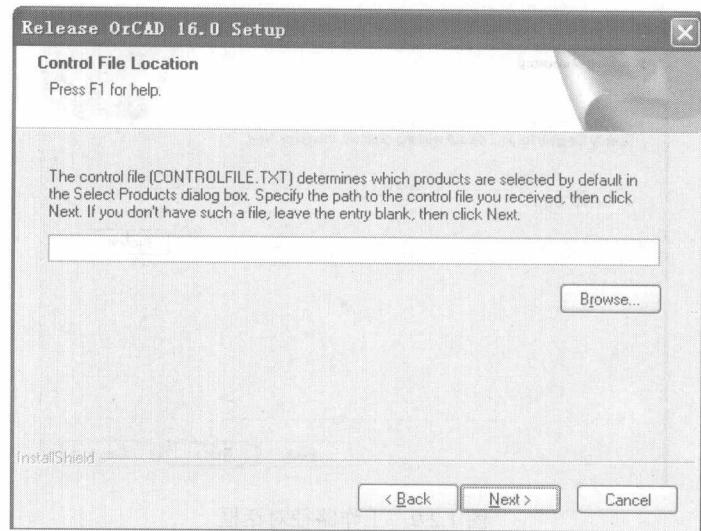

图 1.2.7 控制文件路径对话框
- (5) 在弹出的如图 1.2.7 所示的控制文件路径对话框中, 单击 Next 按钮。